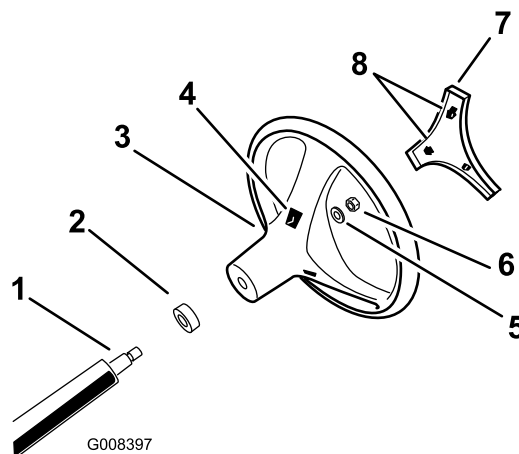

Figure 3
4. Fixez le volant à l'arbre au moyen du contre-écrou (Figure 3). Serrez le contre-écrou à un couple de 24 à 29 N m.
5. Placez les languettes du couvre-moyeu en face des fentes dans le volant et enclenchez le couvre-moyeu sur le moyeu du volant (Figure 3).